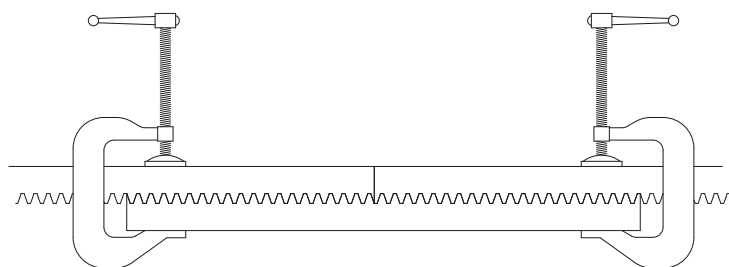

Fig. 1
- To ensure that subsequent sections of rack are aligned correctly and maintain the correct tooth pitch, we recommend installing the rack sections with connector pieces as shown in fig. 1.
- Für eine korrekte Ausrichtung und den richtigen Abstand zwischen den zwei Teilen der Zahnstange wird empfohlen, bei der Befestigung ein Verbindungselement zu verwenden, wie in Abb. 1 gezeigt.
- Pour un alignement et un pas corrects entre deux pièces de crémaillère, il est conseillé d'utiliser un élément de raccord en phase de fixation comme indiqué dans la fig. 1.
- Para efectuar la alineación y el paso correctos entre las dos partes de cremallera, conviene utilizar un elemento de empalme durante la fijación como se indica en la fig. 1.